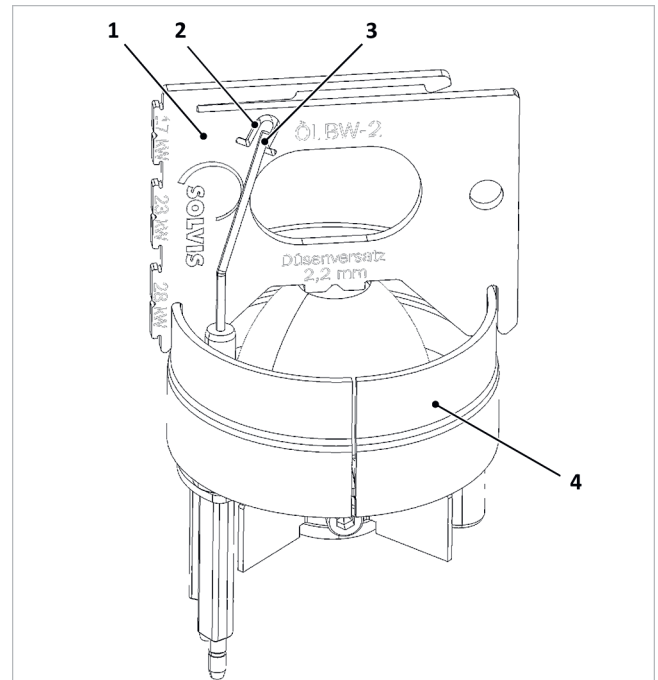

Fig. 144: Comprobación de los electrodos de encendido
1. Revise la distancia de los electrodos (3) tal y como se muestra en la ➔ *fig. 144* y, en caso necesario, corríjala doblándolos.
2. Revise la longitud mínima. El extremo inferior de la ventana de control (2) del calibre establece la longitud mínima de los electrodos de encendido. Si se supera solo ligeramente esta longitud, deberá sustituirlos.